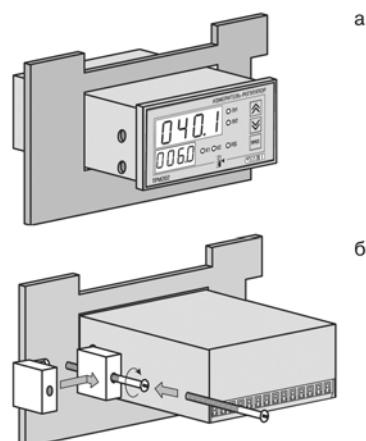

Рис. 13
1. Вставить прибор в специально подготовленное отверстие на лицевой панели щита (см. прил. А и **рис. 13, а**).
2. Вставить фиксаторы из комплекта поставки в отверстия на боковых стенках прибора (**рис. 13, б**).